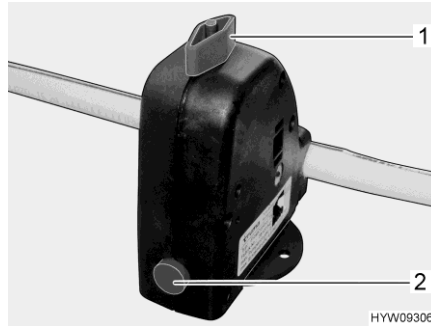

Bild 214 Säkerhets-/avtappningsventil (varmvattenberedare)
Varmvattenberedaren är utrustad med en säkerhets-/avtappningsventil (Bild 214). Säkerhets-/avtappningsventilen gör så att vattnet i varmvattenberedaren inte kallnar när det är frost och värmen inte är påslagen.
- Stäng säkerhets-/avtappningsventilen. Ställ vredet (Bild 214,1) diagonalt mot säkerhets-/avtappningsventilen och tryck in tryckknappen (Bild 214,2).
- Öppna säkerhets-/avtappningsventil. Vrid då vredet (Bild 214,1) mot säkerhets-/avtappningsventilen. Tryckknappen (Bild 214,2) skjuts ut. Nu töms varmvattenberedaren via säkerhets-/avtappningsventilen utomhus.